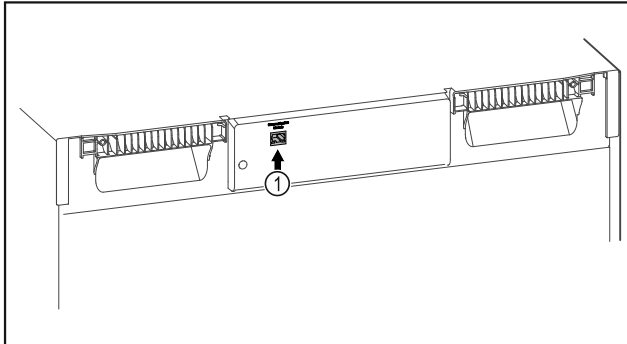

Fig. 120
- SmartModule Fig. 120 (1) 已使用。